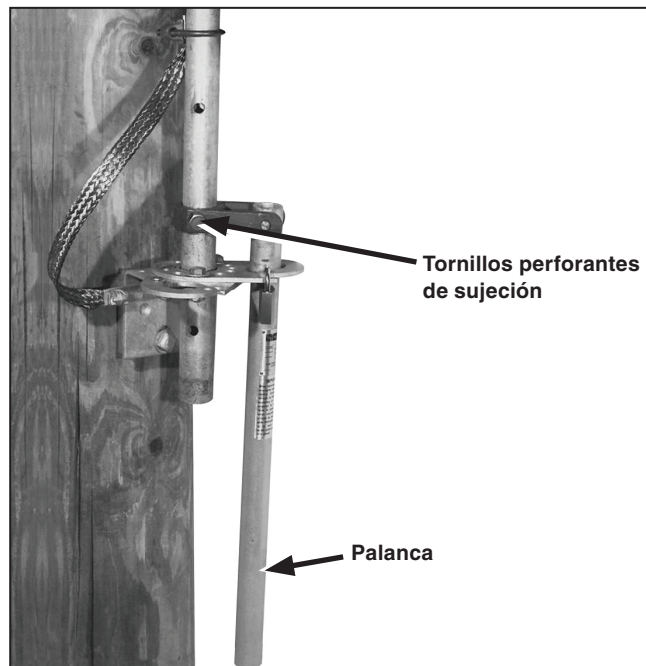

Figura 29. Ensamble de la chumacera inferior y ensamble de la palanca operativa.
- (b) Instale el ensamble de la palanca operativa en la sección inferior del tubo operativo vertical en la ubicación que se indica en el plano de montaje. Asegúrese de que la punta cortante del tornillo perforante de sujeción del ensamble de la palanca operativa no salga cuando instale el ensamble sobre el tubo operativo vertical. Después de poner la palanca operativa en su lugar, apriete el tornillo perforante de sujeción en el ensamble de la palanca operativa, perfora el tubo y continúe girando hasta que se sienta una resistencia firme. Ver Figura 29 en la página 27.